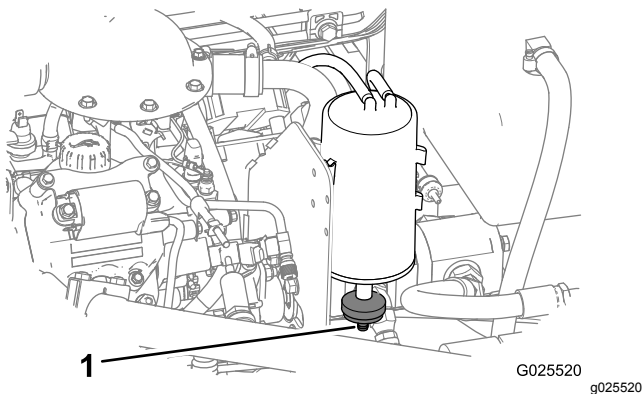

Figura 47
1. Localice el filtro de aire en la parte inferior del cartucho de carbón (Figura 47).